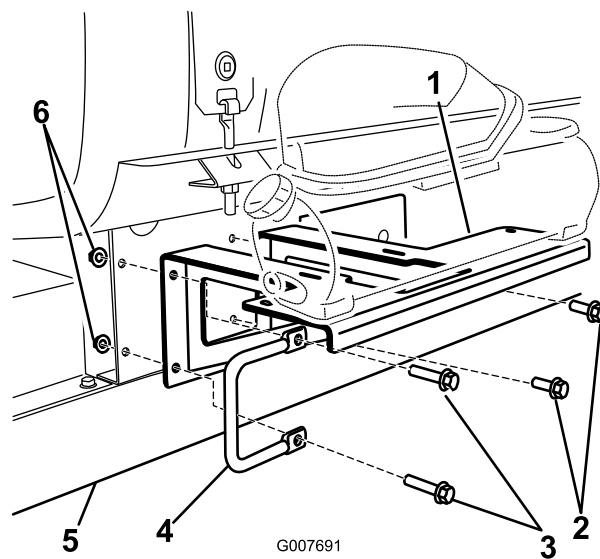

Рисунок 6
3. Установите кронштейн на раму с помощью 2 болтов (на 3/8 x 1–1/4 дюйма), 2 шайб (на 3/8 дюйма), 2 гаек с фланцем (на 3/8 дюйма), входящих в комплект запчастей, а также снятые ранее левую ручку и крепежные детали (Рисунок 6).